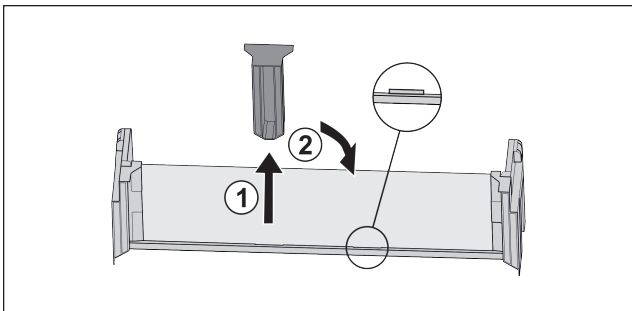

Fig. 107
- ▶ Retirar la pieza de sujeción central Fig. 107 (1).
- ▶ Colocar la pieza de sujeción central en la segunda posición Fig. 107 (2).